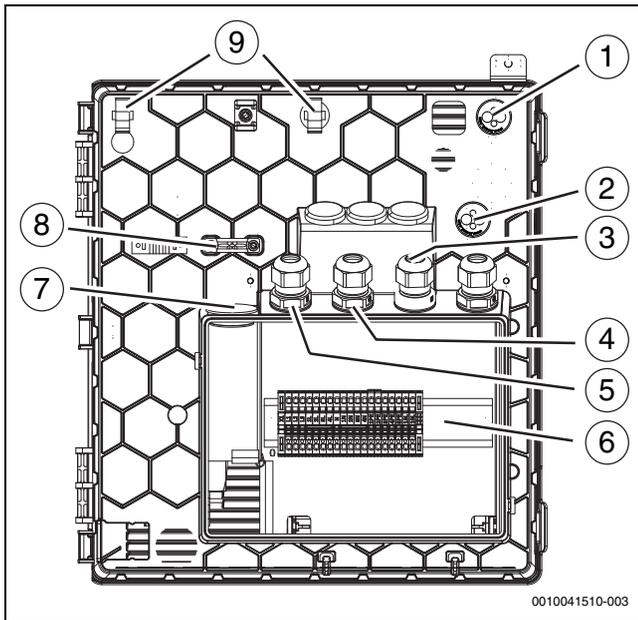

Bild 27 Kabeldurchführungen zum Klemmenkasten
Bei Kabeldurchführungen (→Abbildung 27 [1], [2], [7]) genügt ein kleiner Einstich in die Membran, dann können die Leitungen durchgeschoben werden.
- ▶ Nach dem Einföhren der Kabel die Kabelverschraubungen festziehen (→Abbildung 27 [3], [4], [5]).
- ▶ Die festgelegten Befestigungspunkte [9] für die Befestigung der durch die Einföhungen geföhrteten Kabel verwenden (→Abbildung 27 [1], [2]).